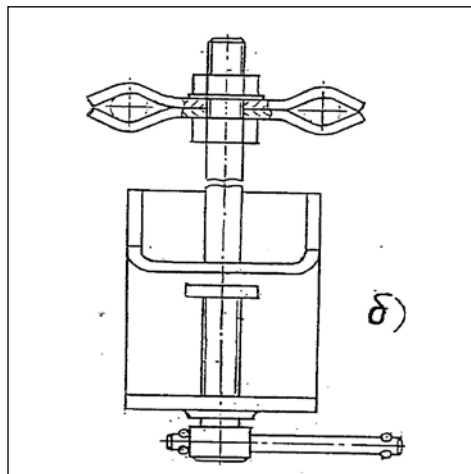

Рисунок 3.2 – Кронштейн универсальный и струбцина монтажная
3.3 Установить на столе перед началом работ кронштейн универсальный и струбцину монтажную (рисунок 3.2), используемые соответственно для крепления оголовника муфты (рисунок 3.2 а) и крепления кабеля (рисунок 3.2 б).